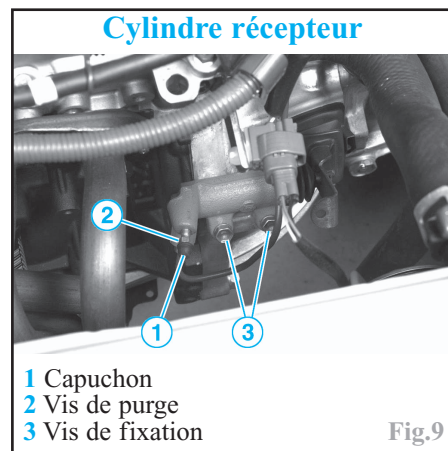

Fig.9
Déposer les vis (3) de fixation du cylindre récepteur et le dégager (Fig.9).
Déposer le capuchon de protection (1) de la vis de purge (2) (Fig.9).